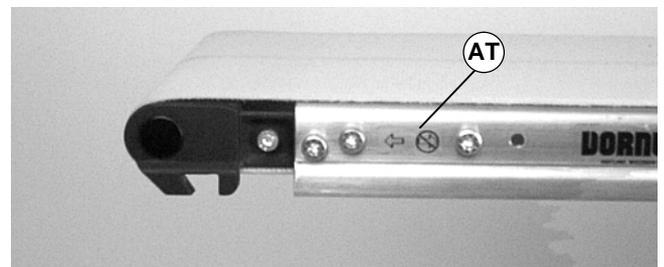
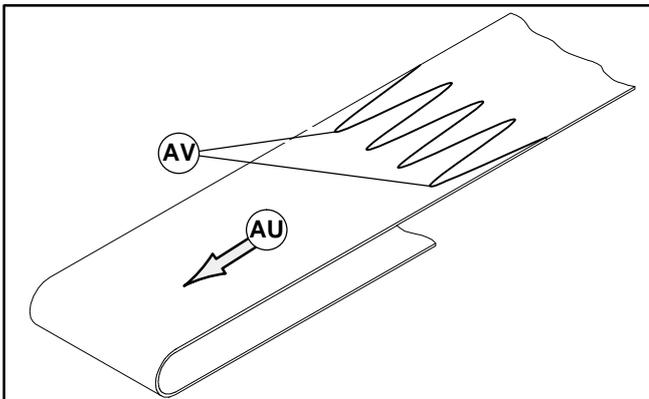

Abbildung 30
Abbildung 32
**WICHTIG:** Bei einem Förderer mit Mittenantrieb wird die Laufrichtung des Gurtes durch eine Pfeilmarkierung an der Seite des Förderers identifiziert (AT siehe Abbildung 30 u. 31).
1. Das Förderband so ausrichten, daß die Spitzen der Gurtspleißung (AV siehe Abbildung 32) laut Angaben auf dem Etikett (AU) in die Laufrichtung des Gurtes weisen (AT siehe Abbildung 30).